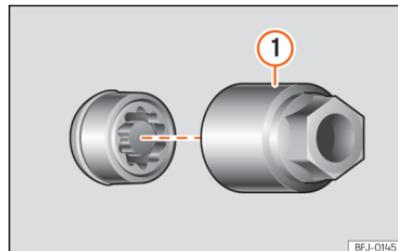

Fig. 222 Parafuso antirroubo com capa de proteção e adaptador.
- Encaixe o adaptador especial ») **Fig. 222 ①** (ferramenta de bordo ») **Página 307**) no parafuso antirroubo da roda até ao limite.